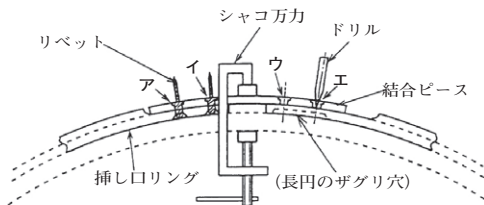
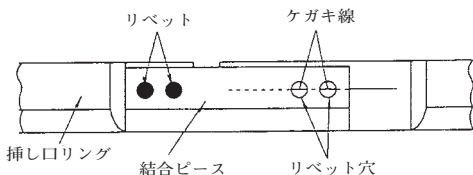

図30 挿しロリングのセット方法
図31 結合ピース部上面
- (5) 図30に示すように挿しロリングに結合ピースを当て、ア、イの穴にリベットを入れて、接合ピースをシャコ万力で固定する。このとき、図31に示すように挿しロリング上のケガキ線がリベット穴の中心に位置するようにすること。次に、ウ、エの位置をドリルでケガく。